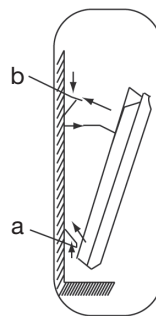

Figura 6
- El aparato se acopla al soporte de la siguiente forma (Figura 6):
- Conecte la parte inferior del convector al soporte utilizando agujeros especialmente diseñados en la parte inferior del convector (Figura 6, a)
- Coloque la parte superior del convector en el soporte y asegúrela con los pestillos que se encuentran en el soporte (Figura 6, b)